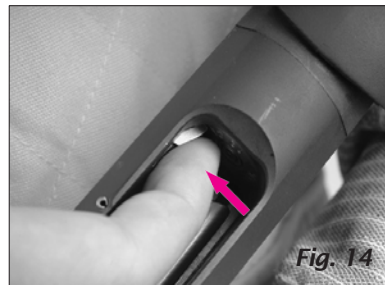

Fig. 14
1. Con la recámara vacía y la acción cerrada, coloque la escopeta boca abajo y, mientras empuja el elevador hacia abajo, presione el extremo frontal del retenedor del cartucho con el dedo índice de la mano derecha (fig. 14).